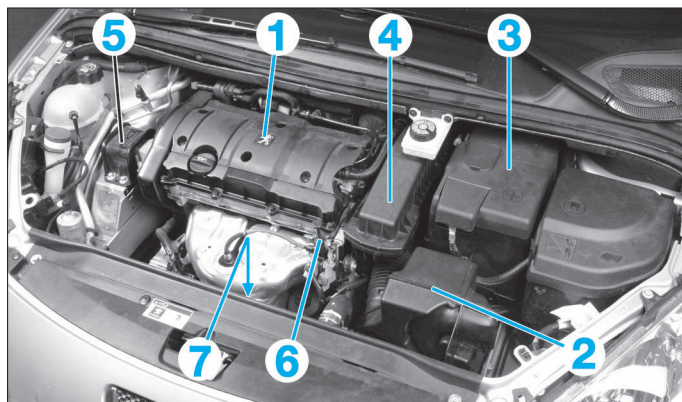

FIG. 30
- Déposer (Fig.30) :
- le cache moteur (1),
- le boîtier résonateur d'air (2),
- la batterie (3),
- le boîtier filtre à air (4),
- le cache moteur (1) (Fig.30).